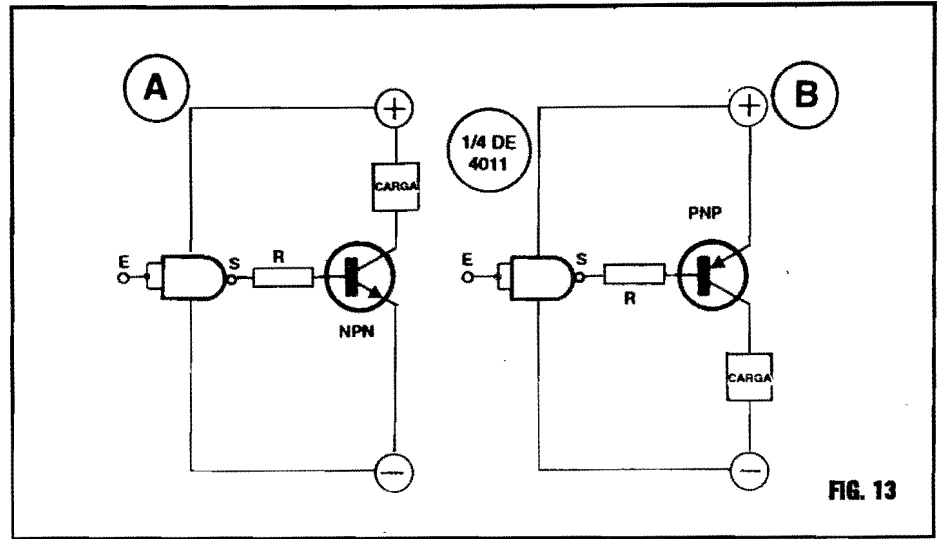

FIG. 13
**- FIG. 13- ACIONANDO "CARGAS" SOB MAIORES CORRENTES, A PARTIR DE UMA SAÍDA DE GATE C.MOS... -** Nos exemplos da fig. 11, o aproveitamento apenas da Corrente fornecida (ou "puxada"... ) diretamente pela Saída C.MOS, obviamente limita muito, em termos de Potência final, as aplicações comandadas... Se quisermos acionar "cargas" que demandem Correntes mais "pesadas", basta recorrermos aos nossos "velhos amigos" amplificadores, os **TRANSÍSTORES BIPOLARES** comuns (já "mais do que estudados"...), conforme exemplificam os dois diagramas, sendo um com unidade NPN e outro com PNP... Em qualquer caso, o terminal de base do transistor é ligado à Saída C.MOS, ou de modo direto, ou com a interveniência de um resistor, cujo valor, tipicamente, situa-se em torno de 10K, mas que pode variar, em função das necessidades de Corrente de base e do ganho do transistor, etc. Em 13-A, a carga será energizada apenas quando a Saída S do C.MOS se apresentar "alta", ficando desenergizada quando a dita Saída apresentar nível digital "baixo"... Em 13-B a situação se inverte, com a carga eletricamente acionada apenas